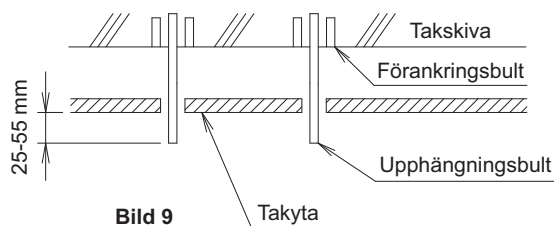

Bild 9
(4) Installera upphängningsbultarna.
- Justera avståndet för upphängningsbultarna från innertaket i förväg. (Se bild 9)
- Alla delar som visas i bild 9 anskaffas lokalt.